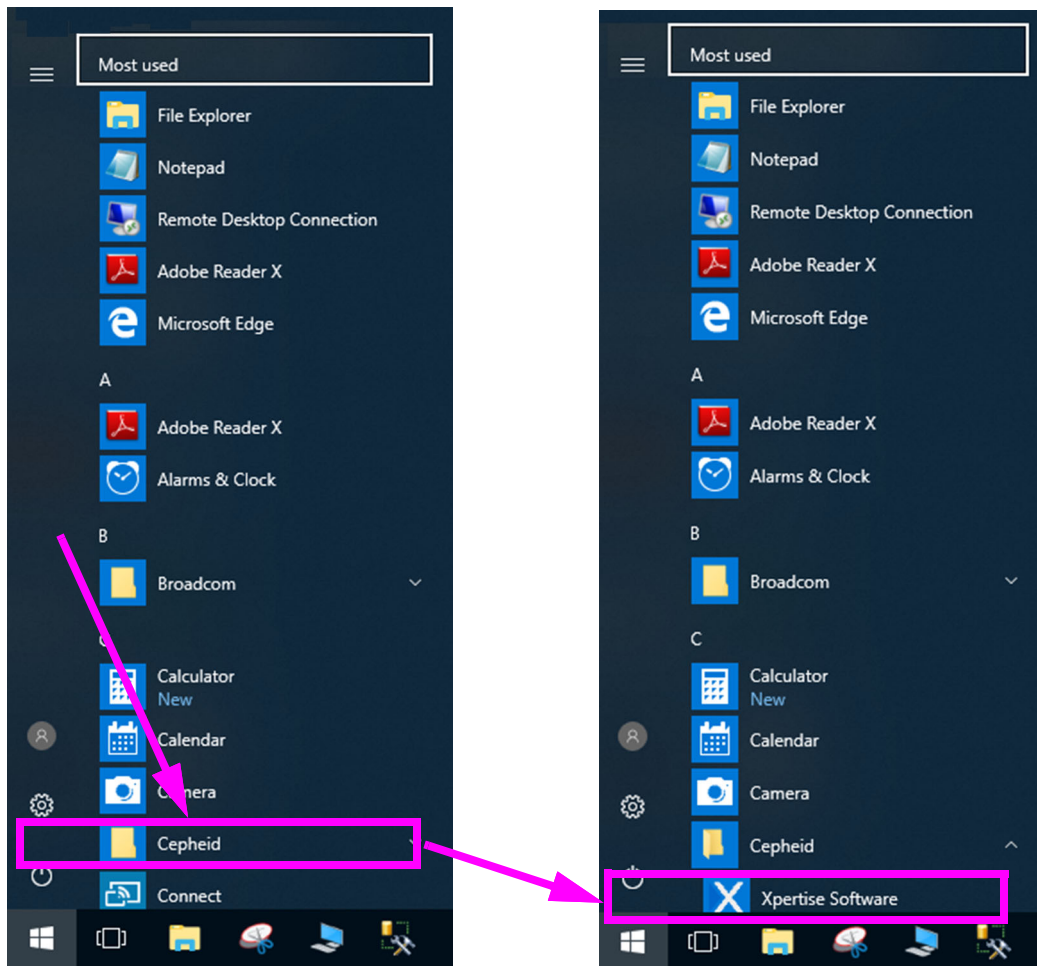

Figura 2-7. Iniciar o software Xpertise a partir dos menus do programa – Windows 10
- Na barra de tarefas do Windows, selecione o ícone, e selecione **Cepheid -> Xpertise Software (Software Xpertise)**. Ver Figura 2-7.